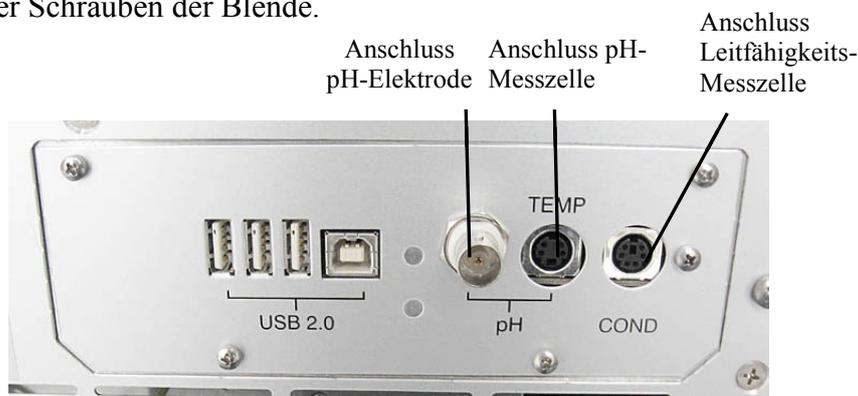

Abb. 6: PCM-3000-Anschlüsse auf der Detektorrückseite
5. Verbinden Sie den Stecker für das Kabel der Leitfähigkeits-Messzelle (6-poliger Mini DIN-Stecker) mit der Anschlussbuchse COND auf der Detektorrückseite (→ Abb. 6), so dass der Pfeil oben auf dem Stecker zu sehen ist.
6. Verbinden Sie den Stecker für das Temperatursensor-Kabel der pH-Messzelle (4-poliger Mini DIN-Stecker) mit der Anschlussbuchse TEMP auf der Detektorrückseite (→ Abb. 6), so dass der Pfeil oben auf dem Stecker zu sehen ist.